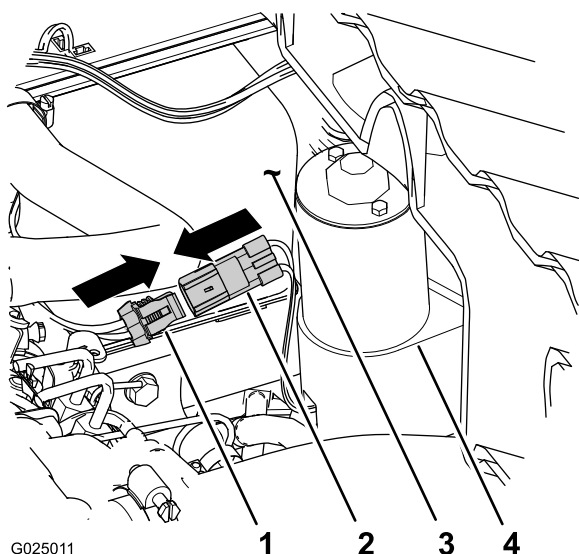

Figure 8
3. Branchez le connecteur à 2 douilles du faisceau arrière de la machine au connecteur à 2 broches de l'actionneur de relevage (Figure 8).